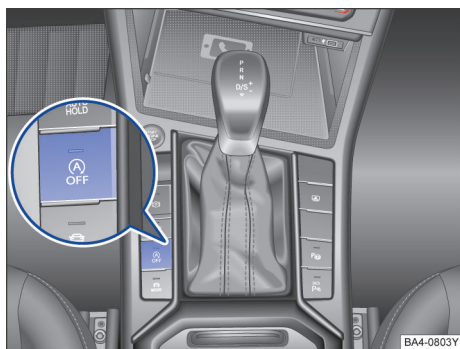

图 114 启停系统按钮
- 按两次按钮  → 图 114。
- 按下按钮  → 图 114。